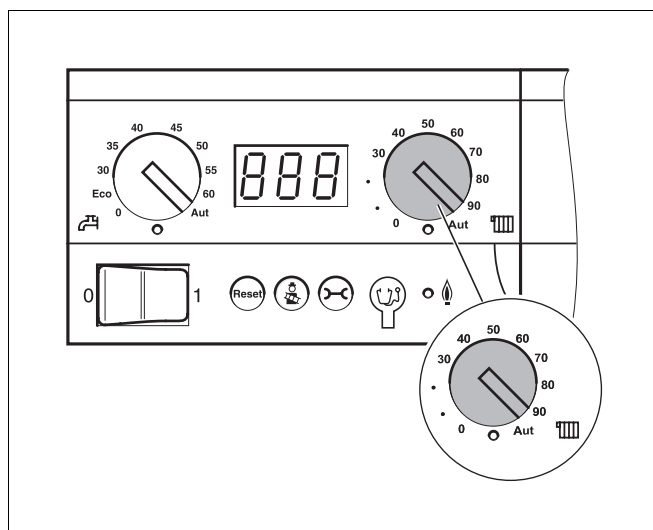

Abb. 11 Drehknopf „maximale Kesseltemperatur“
- Drehknopf (Abb. 11) drehen, um die maximale Kesselwassertemperatur (Kesselvorlauftemperatur) einzustellen.